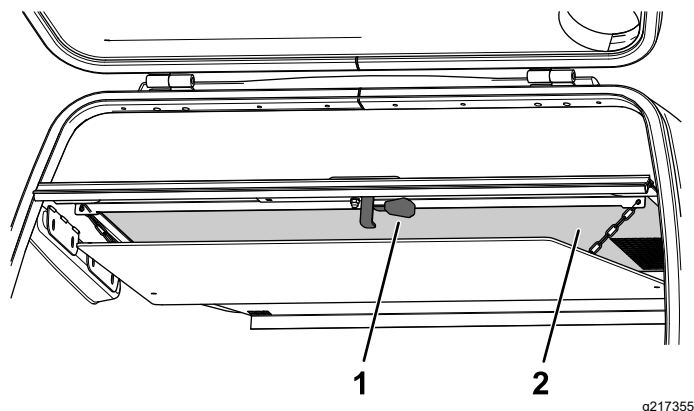

Figure 111
2. Tirez vers le bas le levier de déblocage situé au bas du filtre de la trémie (Figure 111).